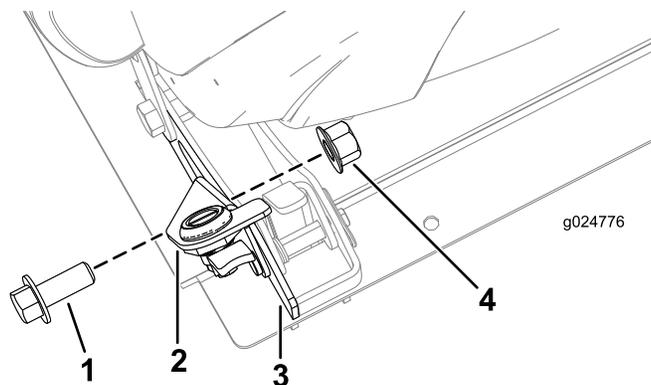

Figura 25
- 9. Fissate la staffa di bloccaggio al raccordo del sedile esterno con la vite a testa esagonale (12 x 20 mm) e il dado di bloccaggio (12 mm) come illustrato in Figura 25.